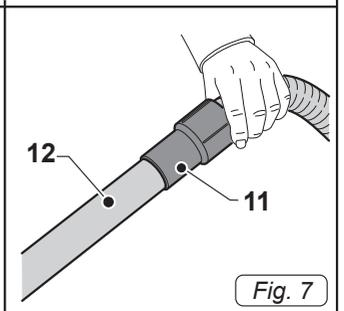

Fig. 7
- Verbinden Sie den Schlauch (11 Abb. 7) zu der Verlängerung (12 Abb. 7).